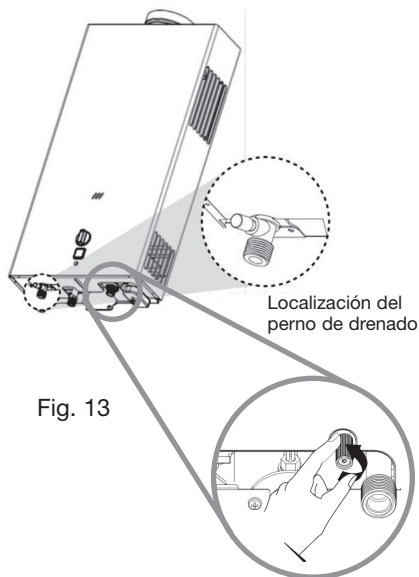

Fig. 13
- Gire el perno de drenado en contra de las manecillas del reloj (Fig. 13).